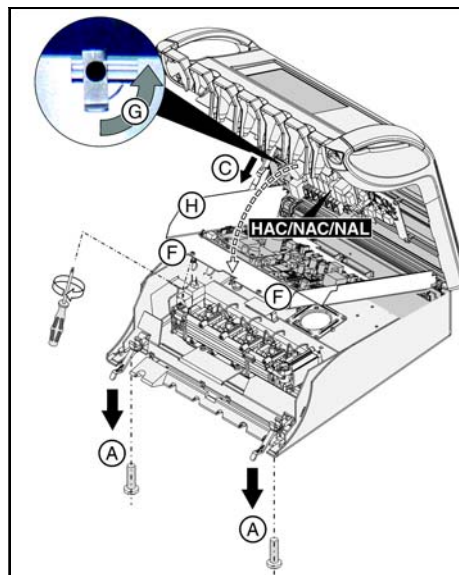

Bild 3-10 Geöffnetes Arztelement
1. Öffnen Sie das Arztelement, indem Sie die beiden Verriegelungsbügel A nach unten klappen und die beiden Schrauben mit einem Schraubendreher entfernen (Bild 3-10).